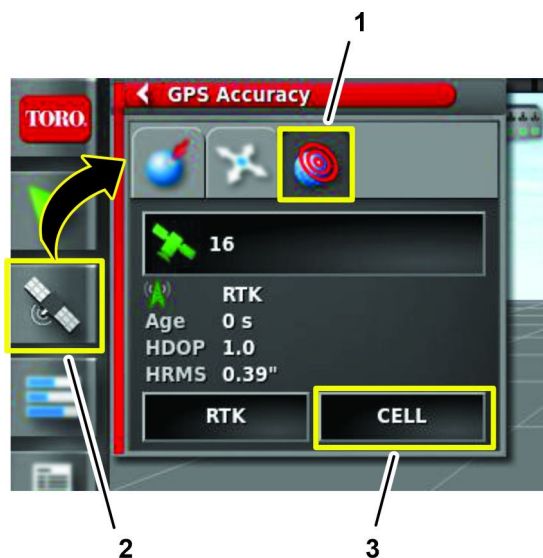

図 244
3. ジオリンクの制御コンソール上で GPS 情報アイコンを押す 図 244。